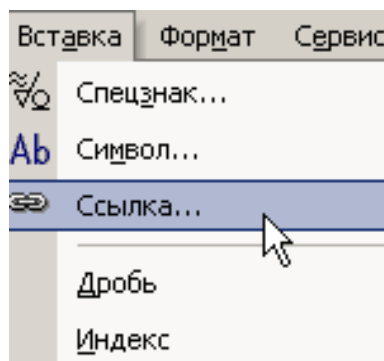

Рис. 20
- Выполните обозначение выносного элемента командой **Ввод текста**  на панели **Обозначения**  согласно рис. 1 (высота символов – 10). Для этого укажите начальную точку текста, из меню **Вставка** подключите команду **Ссылка**, рис. 20 и выберите необходимый вариант обозначения выносного элемента.